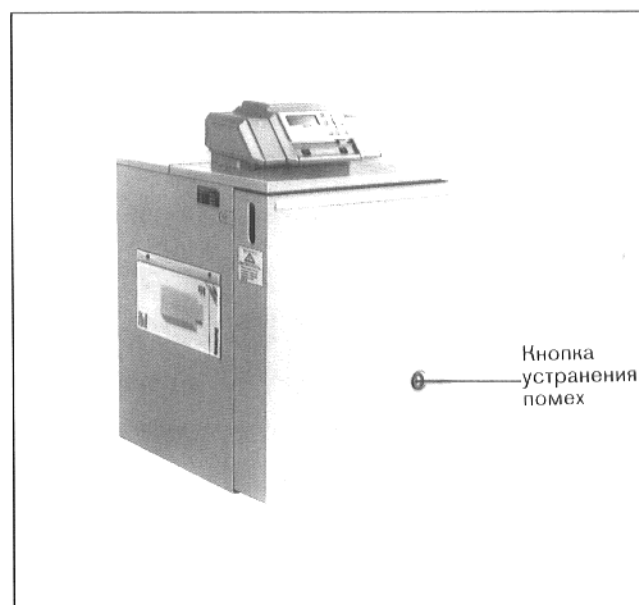

Рис. 5: Кнопка для устранения помех у отопительного котла G_205 U
- Если светится контрольная лампочка у регулятора (рис. 5), то необходимо нажать кнопку для устранения помех у горелки.